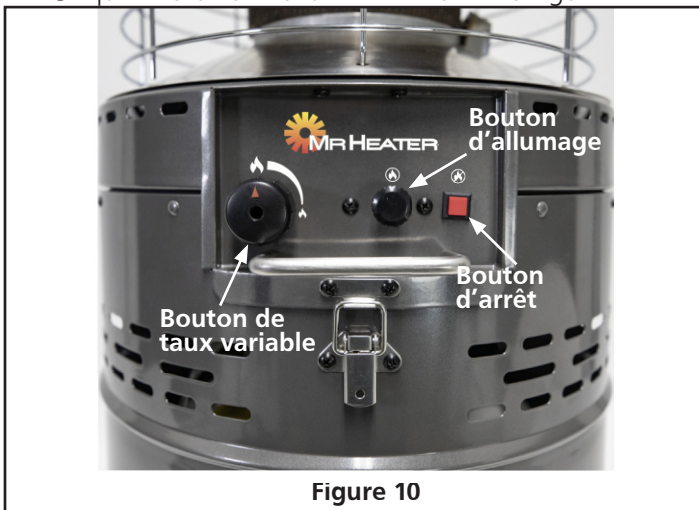

Figure 10
2. Ouvrez la soupape de la bonbonne de propane. Tournez le robinet à débit variable en position élevée, puis appuyez à fond sur le bouton d'allumage jusqu'à ce que le brûleur s'allume. Consultez la figure 10.